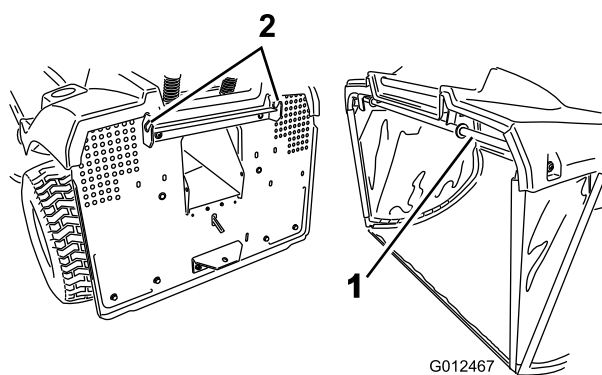

Figura 40
1. Cuelgue la barra superior de las 2 muescas del soporte de la parte trasera de la máquina (Figura 40).